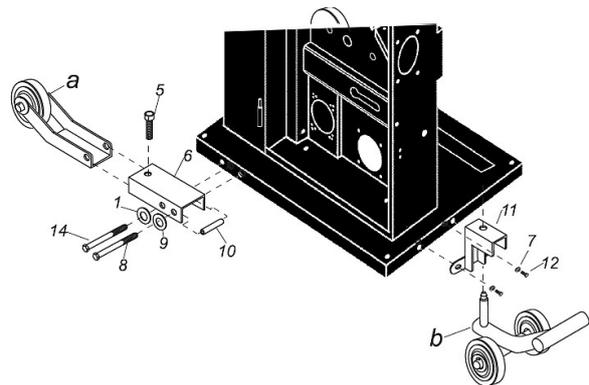

Abb. 16: Montage Fahreinrichtung
Schritt 1: Die U-förmige Halterung (Pos.6, Abb.16) an die Baugruppe des Vorderratsatzes (Pos. a, Abb.16) anschrauben.
Schritt 2: Sechskantschraube M10x70 (Pos. 14, Abb. 16) mit Unterlegscheibe (Pos.9, Abb.16) und Hülse (Pos. 10, Abb. 16) an das Untergestell der Bandsäge befestigen.
Schritt 3: Hinteren Lenkrollenrahmen (Pos. 11, Abb. 16) mit zwei Sechskantschrauben M10x20 (Pos. 12, Abb. 16) und Unterlegscheibe (Pos. 7, Abb. 16) an das Untergestell der Bandsäge befestigen.
Schritt 4: Beim Verfahren der Bandsäge die Inbusschraube M12x50 (Pos. 5, Abb. 16) einstellen und die Bandsäge ca. 5 mm über den Boden anheben.
Schritt 5: Die Fahreinrichtung (Pos. b, Abb. 16) in den Lenkrollenrahmen (Pos. 11, Abb. 16) einsetzen, den Hebel nach unten drücken um die Bandsäge bewegen zu können.